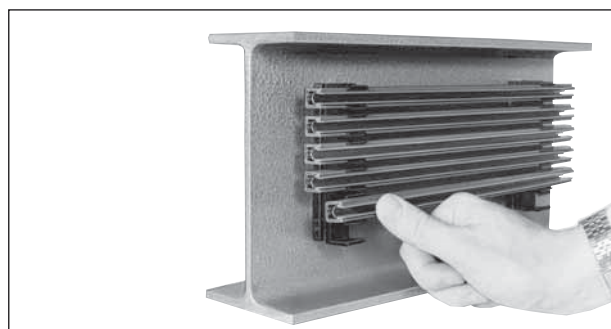

Bild 6: Stromschiene U 15/25 C, 5polig, in I-Träger
- Das nächste Teilstück in die Schienenhalter eindrücken (Bild 6). Halteklauen müssen die Schienenprofile umfassen (hörbar einrasten).